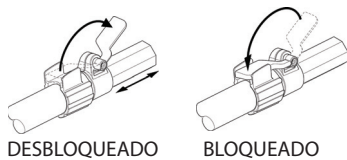

Figura 27 - Extendiendo la Pértiga Telescópica
1. Para extender la pértiga afloje la palanca de sujeción como se muestra en la figura 27. La pértiga se deslizará libremente.
3. Para bloquear la pértiga apriete la palanca de sujeción como se muestra en la figura 27.